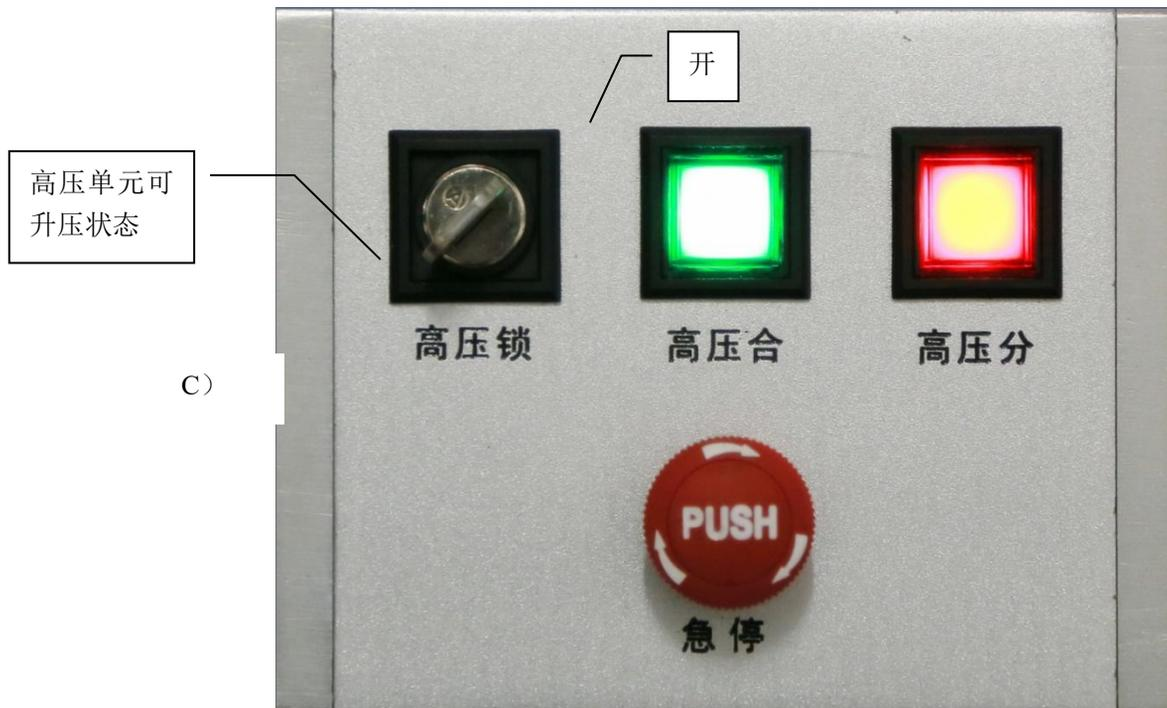

图7-13高压状态指示
- (1) **设定电压：**只需在升压设定框填入相应的 U_0 倍数，系统自动算出升压电压峰值；
- (2) **外部安全控制单元操作：**如图7-13所示，外部安全控制单元有三种状态，升压时应按照下列步骤操作，进入高压单元升压状态：
- 2) 高压锁用钥匙右转至于“开”的位置如图7-13的B)所示，此时高压合绿灯亮，表示高压单元控制电路处于就绪状态；